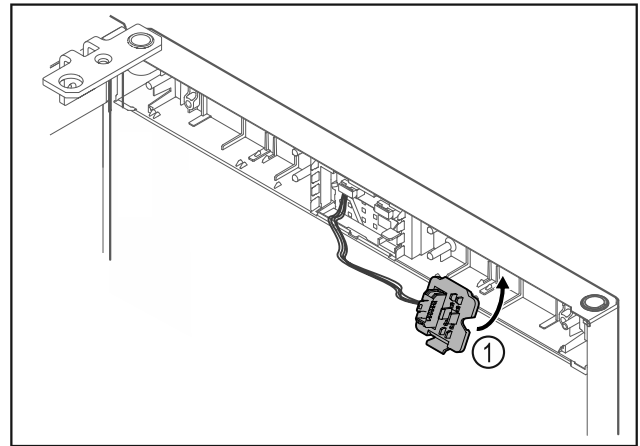

Fig. 23
- ▶ Encajar el soporte del conector Fig. 23 (1) en el lado contrario.